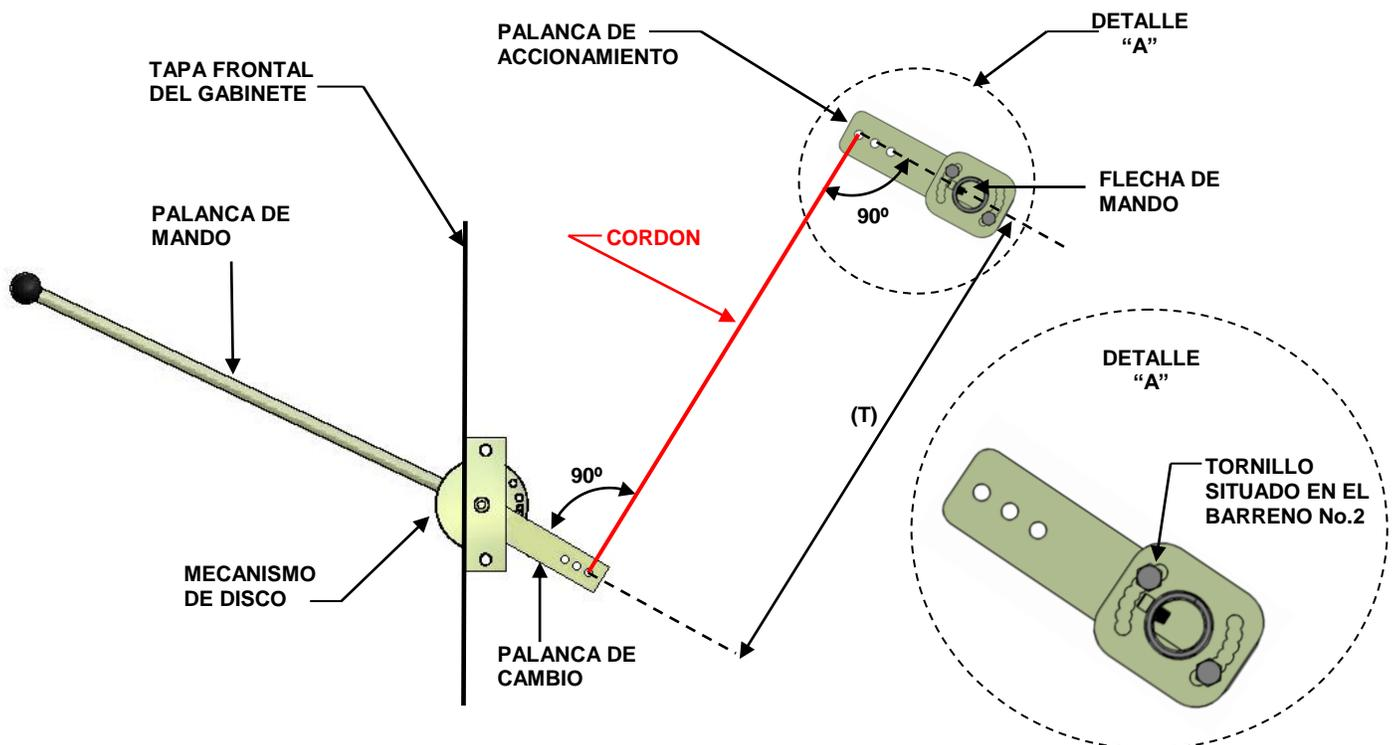

Figura 4
- b. Verifique en que numero de barreno se encuentran los tornillos que fijan la palanca de accionamiento (Figura 4, DETALLE "A"), es importante recordarlo (puede marcarlos) ya que la palanca en pasos posteriores deberá regresar a esta posición.
- d. Ate un cordón en la perforación del extremo de la palanca de accionamiento, de acuerdo a la Figura 4.
- e. Ate el otro extremo del cordón en la perforación del extremo de la palanca de cambio del disco de acuerdo a la Figura 4.
- f. Mueva las palancas y ajuste el cordón de manera que forme un ángulo de  $90^\circ$  entre el cordón y cada una de las palancas (palanca de cambio y palanca de accionamiento), como se muestra en la Figura 4.
- g. Después de que se de esta condición, mida la distancia entre centros de las perforaciones de las palancas, esta distancia será llamada (T).